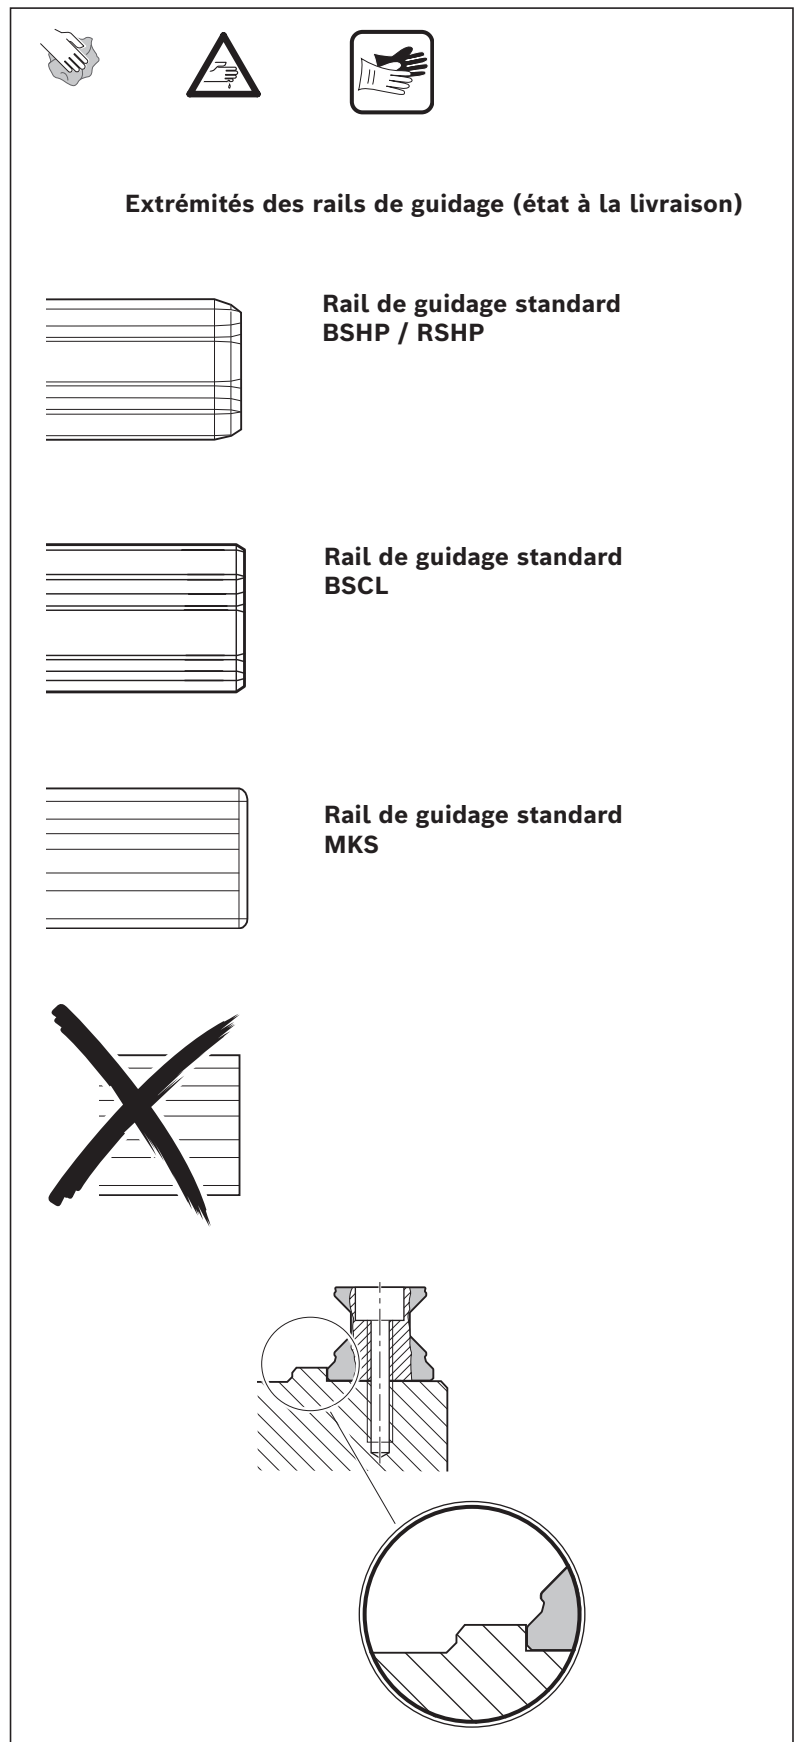

Fig. 11: Préparation des rails de guidage
- En cas de livraison de rails de guidage BSHP/RSHP en longueurs d'usine/ unités d'emballage, les extrémités des rails doivent être chanfreinées, voir Fig. 11. Pour plus d'informations à ce sujet, voir instructions « Easy Customizing R320103159 ».